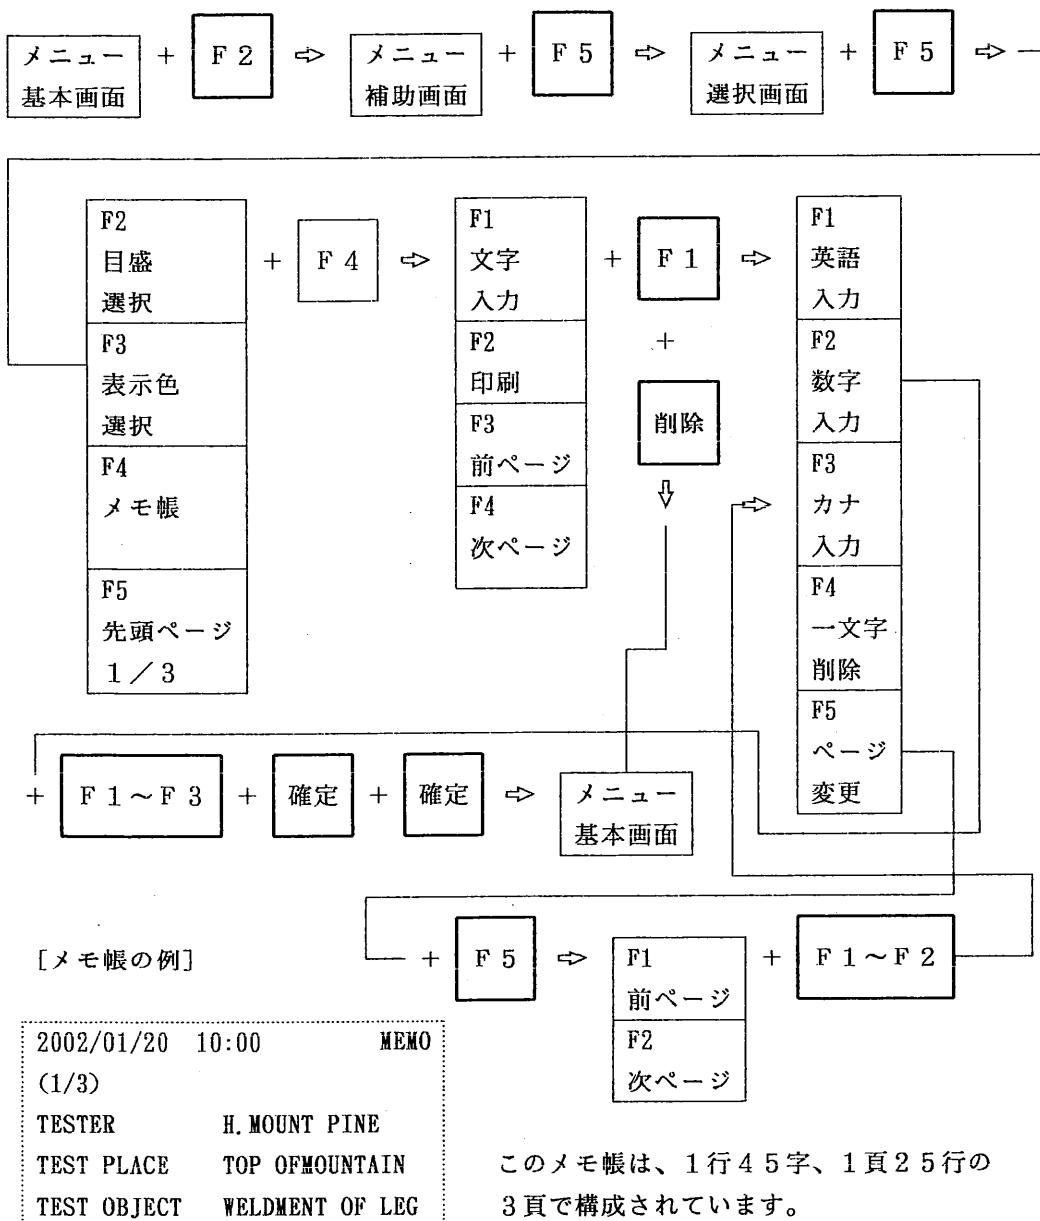

図 6.2.18 メモ帳手順のフロー
- ① 選択キー [F 2] を1回押すとメニューエリアにメニュー補助画面が表示されます。
- ② 選択キー [F 5] を1回押すとメニューエリアに選択メニューが表示されます。
- ③ 更に、選択キー [F 5] を1回押すとメニューエリアには図 6.2.18 に示す選択メニューが表示されます。
- ④ 選択キー [F 4] を1回押すとメニューエリアにはメモ帳選択メニューが表示されます。
- ⑤ 文字を入力する場合は、選択キー [F 1] を1回押します。この操作で表示器上の各表示エリアは日付表示の部分を除き全エリアがメモエリアとなり、その中にカーソルが表れます。矢印キーでカーソルの位置を設定し、5.5.1.(2) (4) と同じ方法で、文字を入力します。
- ⑥ 文字を削除したい時は、メモ帳選択メニューがメニューエリアに表示されている状態で、選択キー [F 1] を1回押し、続いて選択キー [F 4] を1回押し、矢印キーで削除すべき文字にカーソルを設定し、選択キー [F 4] を1回押します。その文字は削除され、その文字の位置は、スペースとして残ります。更に文字を削除したい場合には、この方法を繰り返して下さい。削除した文字の代わりに新しい文字を入力姿態場合には、選択キー [F 1] を1回押し、上で説明した方法を繰り返して下さい。
- ⑦ 文字の入力を終了する時は、確定キーを2回押すと、図 6.2.18 に示したように、メニューエリアはメニュー基本画面に戻ります。
- ⑧ メモ帳に記載した内容を全部削除したい場合は、選択キー [F 1] を1回押して、文字種類／文字削除選択メニューを表示させた状態で、削除キーを1回押します。この操作で、[全ての文章を消去しますか？] の警告が表示されますから、削除したい場合は確定キーを1回押します。メニューエリアの表示はメニュー基本画面に戻ります。